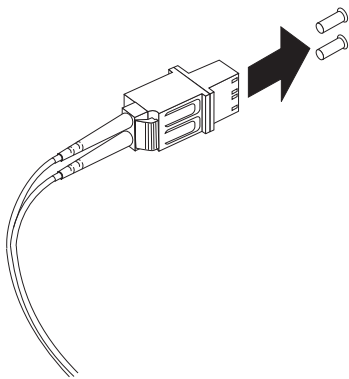

图 3-18. 卸下 LC-SC 电缆适配器保护帽
3. 从 LC-SC 电缆适配器的 LC 接口端卸下两个保护帽，如第 3-13 页的图 3-18 中所示。请妥善保管保护帽以供以后使用。